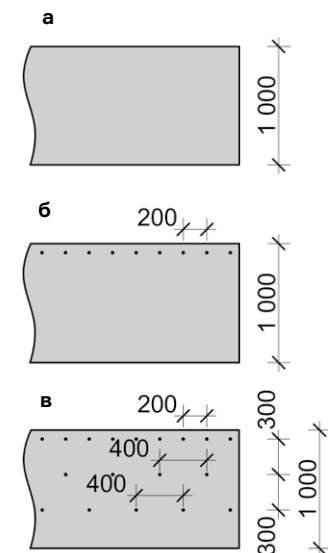

Рис. 11. Схема расположения крепежа для подкладочных ковров Döcke.
4.1.4 Самоклеющиеся подкладочные ковры Döcke допустимо монтировать без дополнительной механической фиксации при температуре окружающего воздуха не ниже +15 °С (рис. 11а). Самоклеющийся подкладочный ковёр необходимо крепить гвоздями (тип
1, таблица №1) по схеме приведённой на рис. 11в в тех случаях, когда планируются перерывы в работе, а также в случае осуществления монтажа при температуре ниже +15 °С.